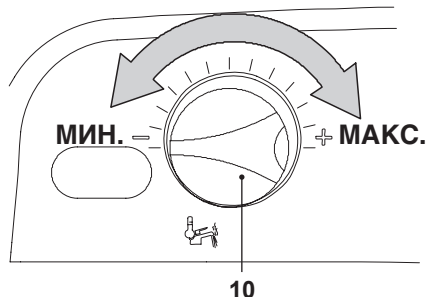

Рисунок 7.7
- Установите регулятор температуры горячего водоснабжения 10, см. Рисунок 7.7, на минимальное значение. На ЖК-дисплее **P09** будет загораться поочередно с **01**.